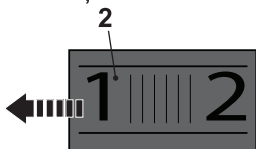

Fig. 11
1. Limitați viteza maximă prin folosirea discului pentru viteză (2).
2. Rotiți spre stânga discul de viteză (2) (cum se vede din poziția operatorului) pentru a crește viteza maximă (Fig.11) O viteză crescută este potrivită pentru șlefuirea cu benzi de șlefuire de granulație fină pentru obținerea unui finisaj fin.